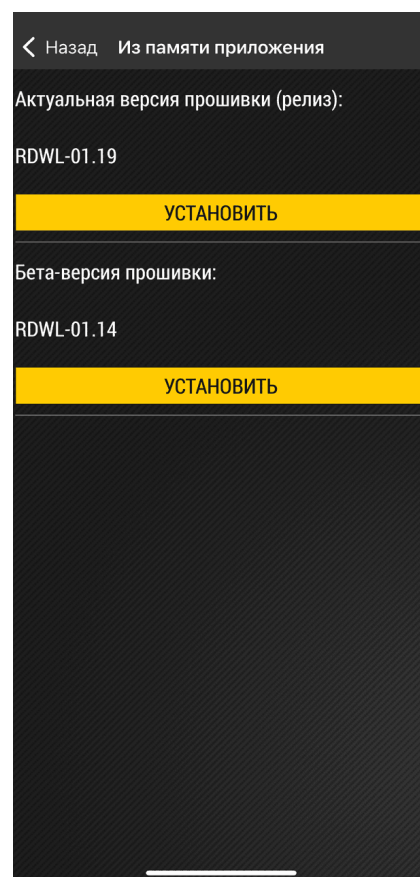

Рис.39. Установка прошивки
3. Выберите файл прошивки и нажмите кнопку **«Установить»** (Рис.39). По окончании обновления на экране появится сообщение об успешной установке.